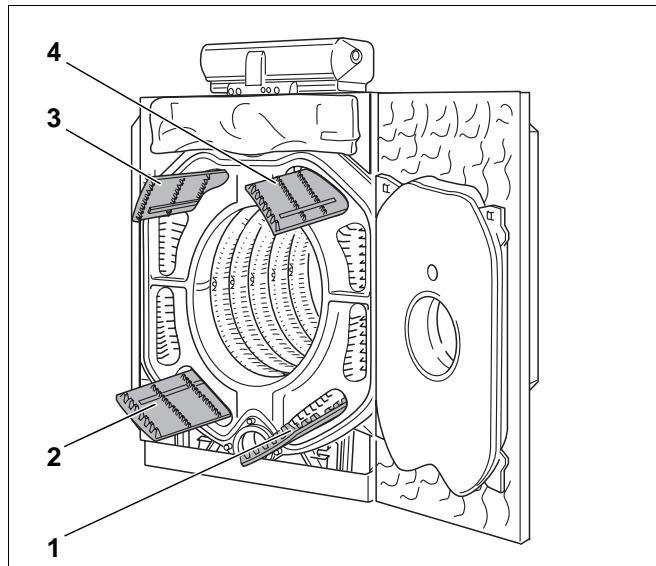

Рис. 55
- Направляющие пластины дымового газа вынуть вперед из газоотводящих каналов (рис. 55, поз. 1 – 4).